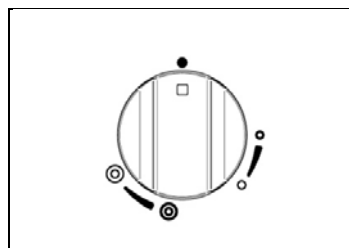

Fig 18a
- Per accendere il bruciatore centrale, premere la manopola di controllo (**Fig.18a-18b**) e ruotare in senso antiorario fino alla posizione del singolo anello in grassetto.